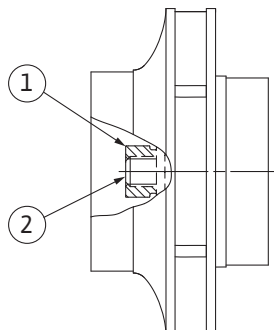

Fig. 107: Pravilan položaj navrtke radnog kola nakon instalacije
8. Čvrsto držite vratilo viljuškastim ključem (širina 22 mm) i zategnite maticu radnog kola određenim momentom zatezanja (vidi tabelu „Obrtni momenti pritezanja“ [► 29]). Navrtka (Fig. 107, poz. 1) mora biti poravnata oko $\pm 0,5$ mm sa krajem vratila (Fig. 107, poz. 2). Ukoliko to nije slučaj, olabaviti navrtku i ponoviti radne korake 4 ... 8.